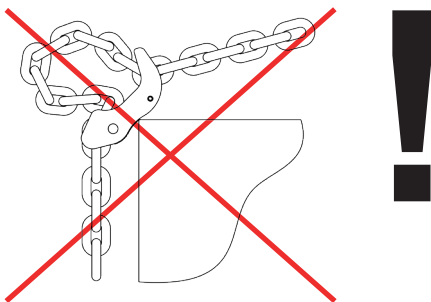

Abb. 7: Kantenbelastung vermeiden
- Vermeiden Sie Kantenbelastungen bzw. schützen Sie die Last gegen Beschädigungen (Abb. 7)